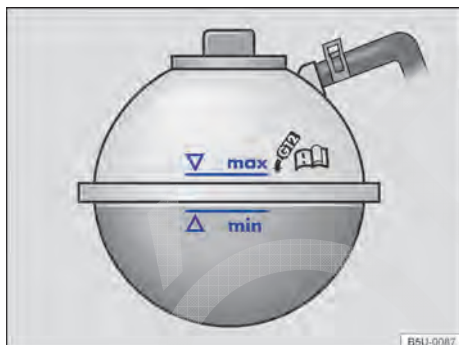

Fig. 188 No compartimento do motor: marcação no reservatório de expansão do líquido de arrefecimento do motor.
- Com o motor frio, verificar o nível do líquido de arrefecimento do motor pela marcação lateral do reservatório → Fig. 188.
- O nível do líquido de arrefecimento do motor deve permanecer dentro da marcação do reservatório → Fig. 188. **Não completar acima da marca “max”** → ⓘ!
- Completar com líquido de arrefecimento do motor somente até a marca “max” → Fig. 188. Caso contrário, ao aquecer-se, o líquido excedente será expulso do sistema de arrefecimento do motor e poderá causar danos.